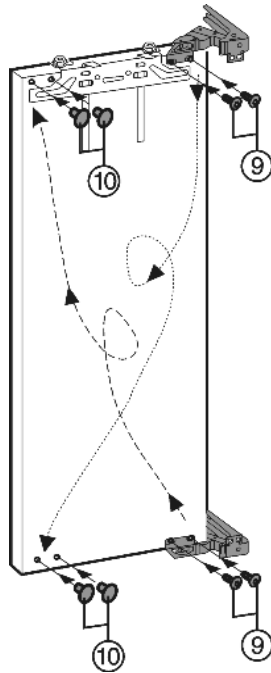

Fig. 5
- ▶ Zawiasy odkręcić Fig. 5 (9) z drzwi, przenieść i przykręcić mocno (z siłą 4 Nm).
- ▶ Zatkać zwolnione otwory mocujące zatyczkami Fig. 5 (10).